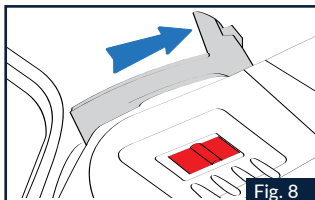

Fig. 8
2.1 Cierre la mentonera (si está abierta) y compruebe que los mecanismos laterales se encuentren en posición completamente abierta (Fig. 8).